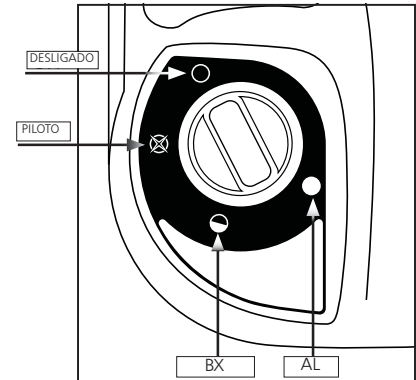
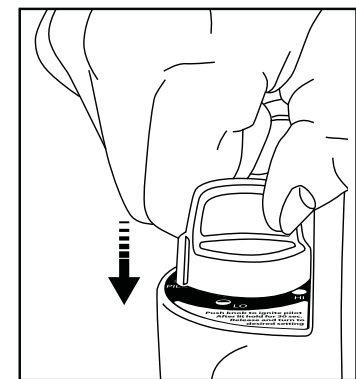

Figura 1: Botão de Controle
Figura 3: Ignição
- Certifique-se das quatro posições do Botão de Controle se está na posição "OFF" : Ver a Figura 1.
- Gire o Botão de Controlo para a esquerda para a posição "PILOT"  e pressione para acender; ver a Figura 1 e Figura 3.
- Depois que a parte de cima do queimador se transformou em um laranja brilhante, ajuste a saída de calor ao girar o Botão de Controlo para a posição desejada (ajuste de "LO"  ou "HI"  Figura 1.